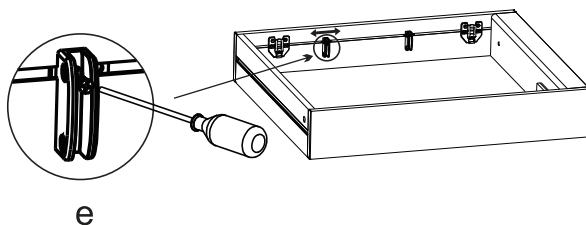

Fig.14
4.3.desserrez la vis de fixation (e) et réglez la position de l'étagère verre, fig. 14